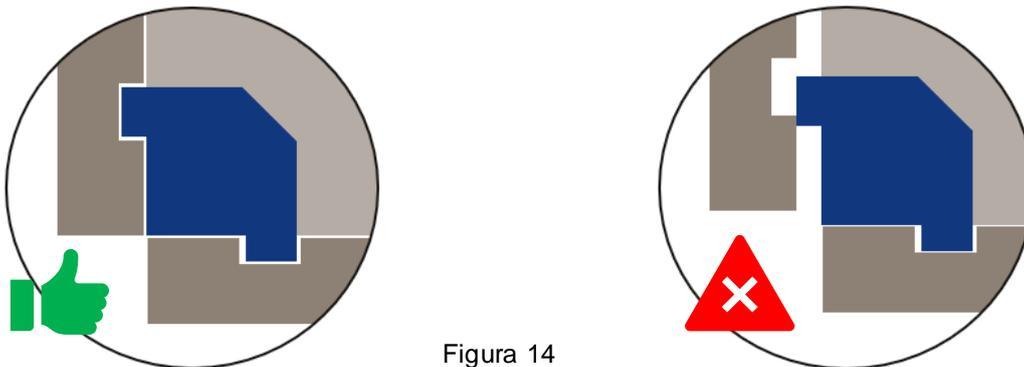

Figura 14
- Se visibile verificare che l'interblocco dei pannelli sulle traversa sia OK prima di continuare (figura 14)
- Se visibile verificare che l'interblocco dei pannelli sulle traversia sia OK prima di continuare (figura 14)